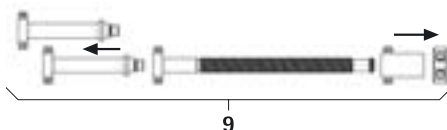

Fig. 4
- Démontage du distracteur à broche 9, voir Fig. 4.